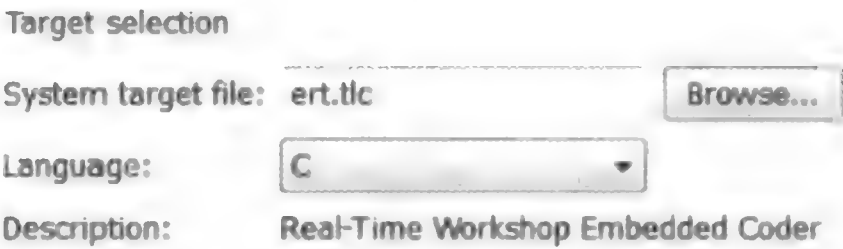

图 7.2.32 设置 TLC
(2) 模型参数设置。打开模型参数对话框,在 Real-Time Workshop 界面设置 TLC 文件为 ert.tlc,如图 7.2.32 所示。